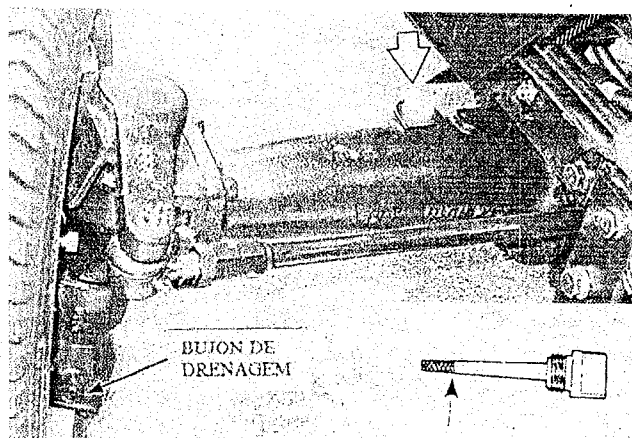

Fig. 81 – Bujon de enchimento / Vareta
- 1 – Com o tractor estabilizado e o motor desligado, verifique o nível do óleo com a vareta, fig. 81.
- 3 – Remova o bujon de enchimento/vareta do lado direito do topo da caixa do eixo, fig.81, e encha com óleo novo do tipo indicado.